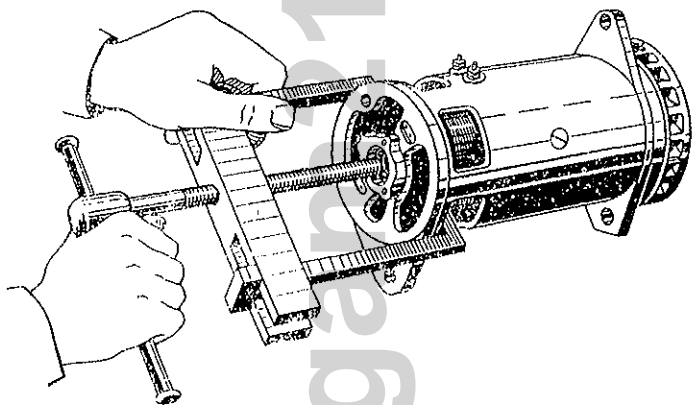

Bild 245 Abziehen des kollektorseitigen Deckels mit Hilfe einer Ausbaurichtung
- Spanschrauben der Lichtmaschine losdrehen und kollektorseitigen Deckel mit spezieller Ausbaurichtung abziehen (Bild 245).